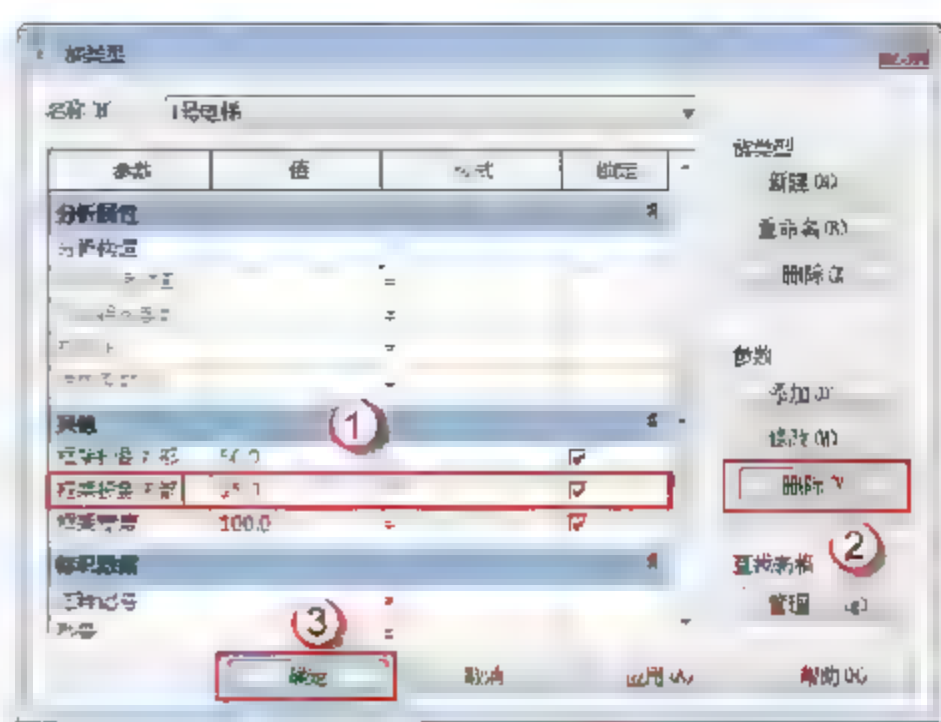

图 8.4.4 修改框架
(4) 修改框架。单击“框架投影内部”栏，在选中后单击“删除”按钮，删除框架投影内部显示，然后分别更改“框架投影外部”和“框架宽度”的数值为“50”和“100”。最后单击“确定”按钮，返回“参照标高”视图，如图8.4.4所示。